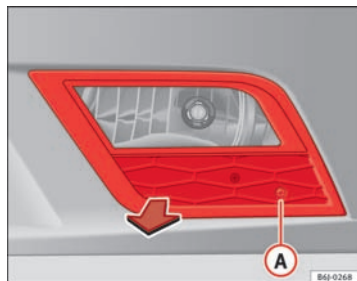

Fig. 158 Tågeforlygte
- Skru skruen ⇒ Fig. 158 (A) ud af tågeforlygtens gitter ved hjælp af en skruetrækker.